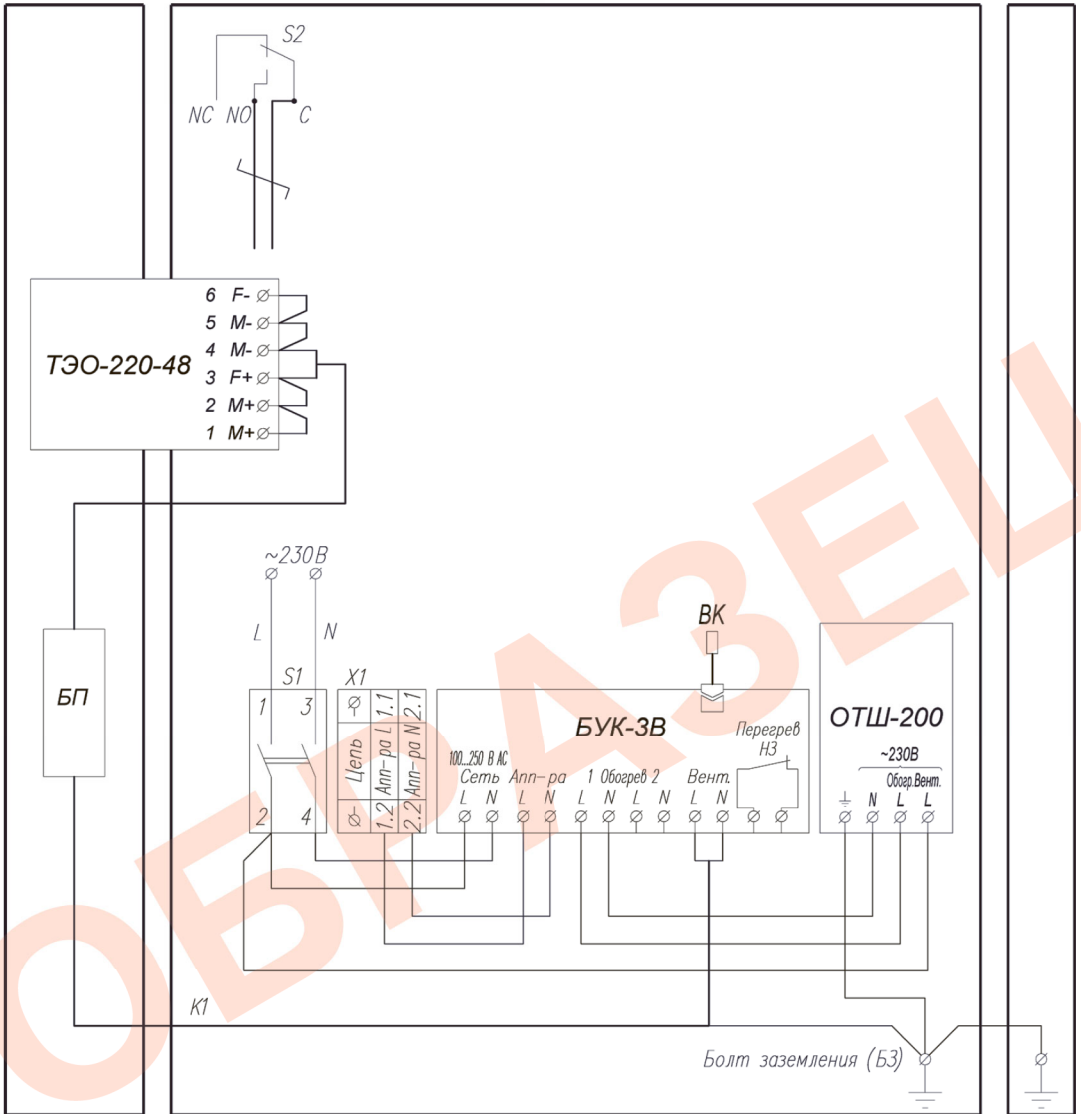

Рисунок 3 – Схема электрическая принципиальная
3. Отсоединить провода кабеля K1 (рисунок 3) от БУК-3В.